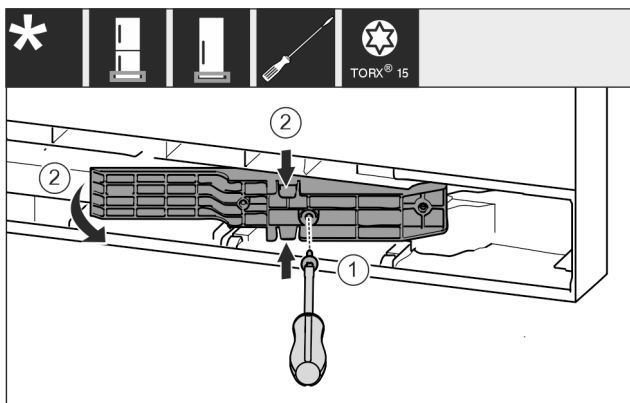

Fig. 18 \*
- ▶ Λύστε τις βίδες με κατσαβίδι T15. Fig. 18 (1)\*
- ▶ Τραβήξτε έξω τον αντάπτορα. Fig. 18 (2)\*